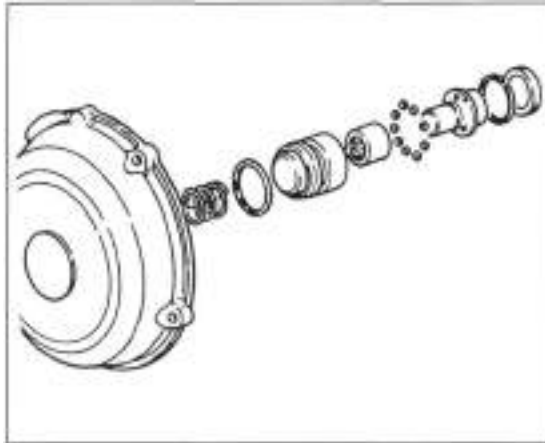

Bild 218
- Beim Kupplungs-Nehmerzylinder M 600/750 (Bild 218) Kugeln mit Fett versehen, damit sie in Stellung kleben bleiben. Druckzapfen und Haltering einsetzen.